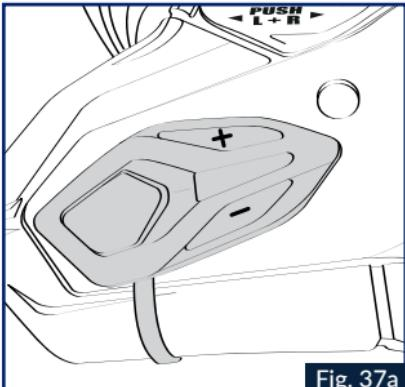
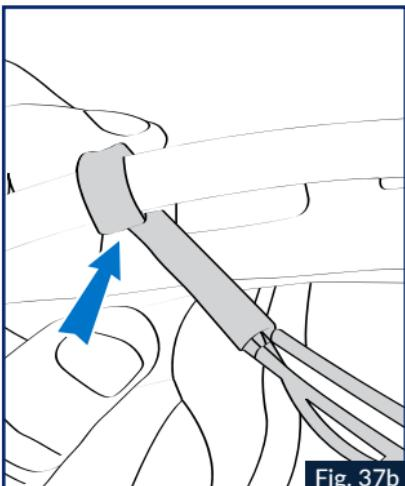

Fig. 37a
Fig. 37b
8. Coller le clavier principal à l'emplacement défini (Fig 37a), à l'aide du double-face fourni sur le clavier, insérer le cable plat entre la calotte et la joue en polystyrène à gauche du clip lining (pièce rouge) comme indiqué sur la Fig.37b.